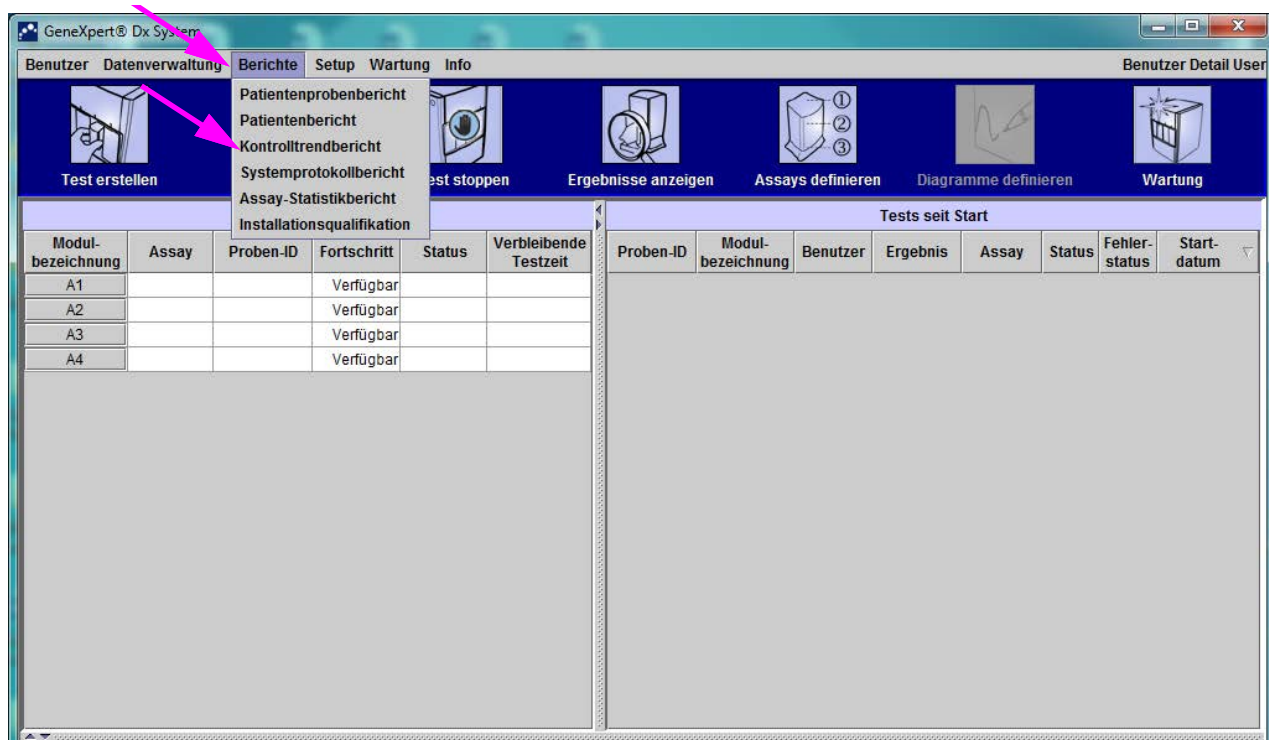

Abbildung 6-1. GeneXpert Dx System-Bildschirm mit dem Menü „Berichte“
1. Klicken Sie im GeneXpert Dx System-Fenster im Menü **Berichte** auf **Kontrolltrendbericht** (siehe Abbildung 6-1). Das Dialogfeld „Kontrolltrendbericht“ wird angezeigt. Siehe Abbildung 6-2.